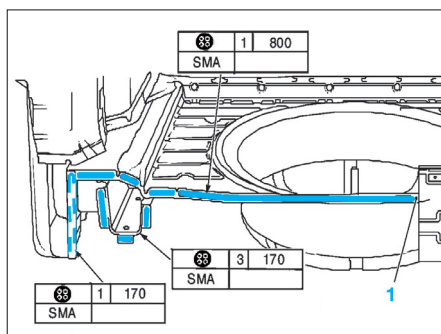

FIG. 108
- Encoller le joint de panneau arrière sur la caisse (fig. 108).